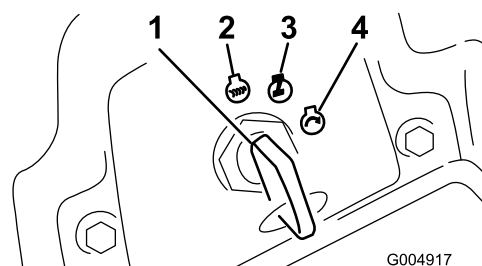

図 17
6. キーを RUN 位置に回す（図 17）。
3. キーを OFF 位置に回す (図 17)。すべての部分が完全に停止してから運転席を立つ。